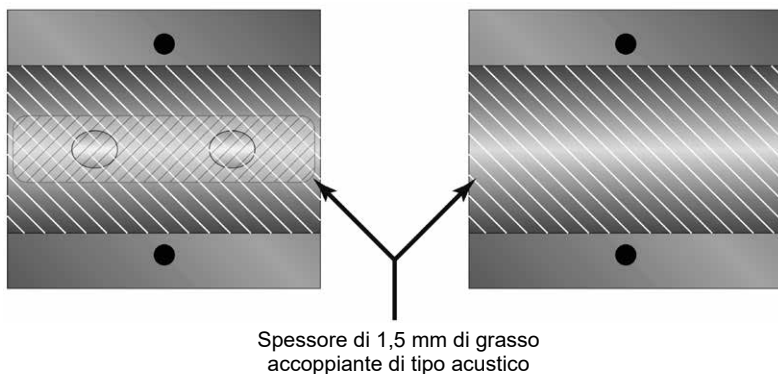

Fig. 13 - Applicazione del grasso accoppiante acustico sui trasduttori dei modelli da UTT10-015S a UTT10-040S
- 1) Applicare un sottile strato di grasso accoppiante acustico su entrambe le metà del corpo del trasduttore, nel punto in cui la custodia entra in contatto con la tubazione, come illustrato in Fig. 13.